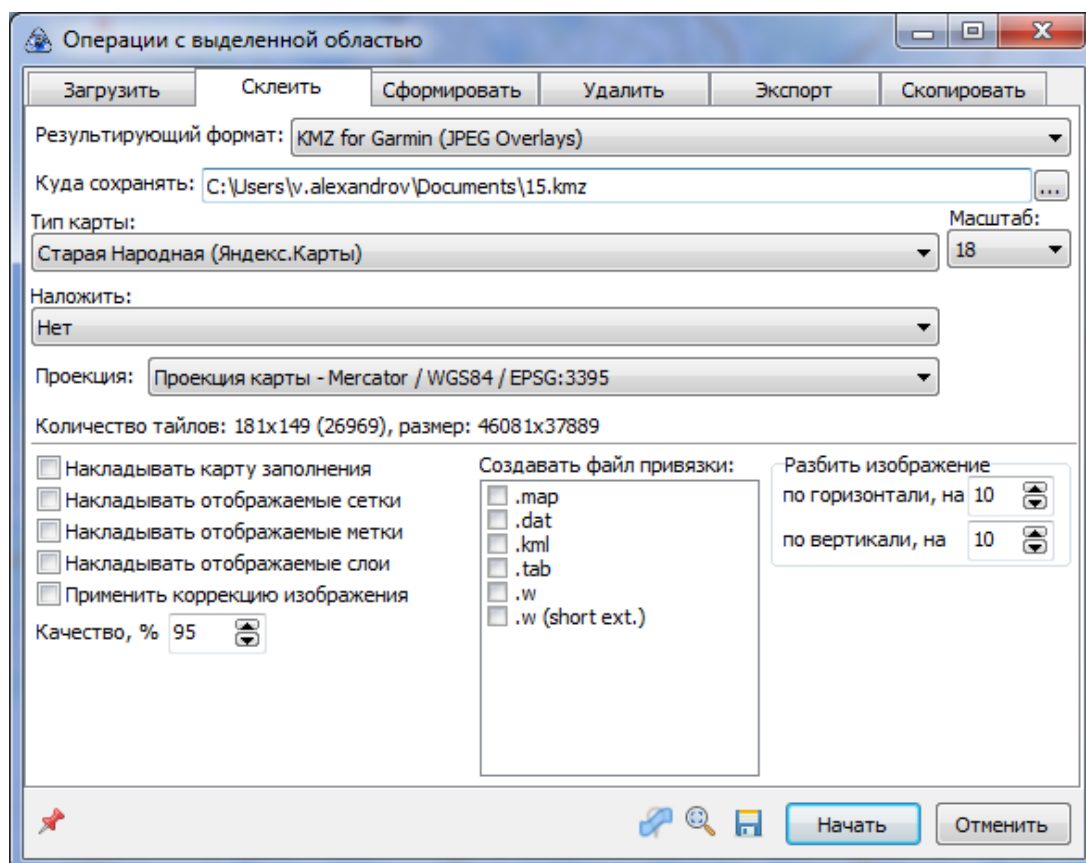

Рис. 26: Создание файла kmz
3. Укажите необходимый масштаб и место для сохранения файла kmz. Выберите интересующий источник данных. При необходимости разбейте изображение на нужное количество частей (рис. 26).